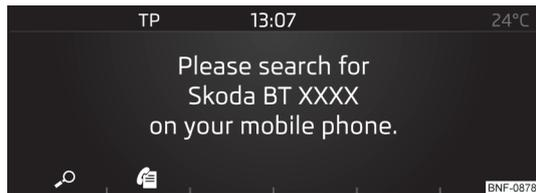

Abb. 106
- › Ist mit dem Gerät **kein** Telefon verbunden, dann die Taste **PHONE** → 🔍 drücken » **Abb. 106**.
- › Ist mit dem Gerät **kein** Telefon verbunden, dann die Taste **PHONE** → 📞 drücken » **Abb. 106**.